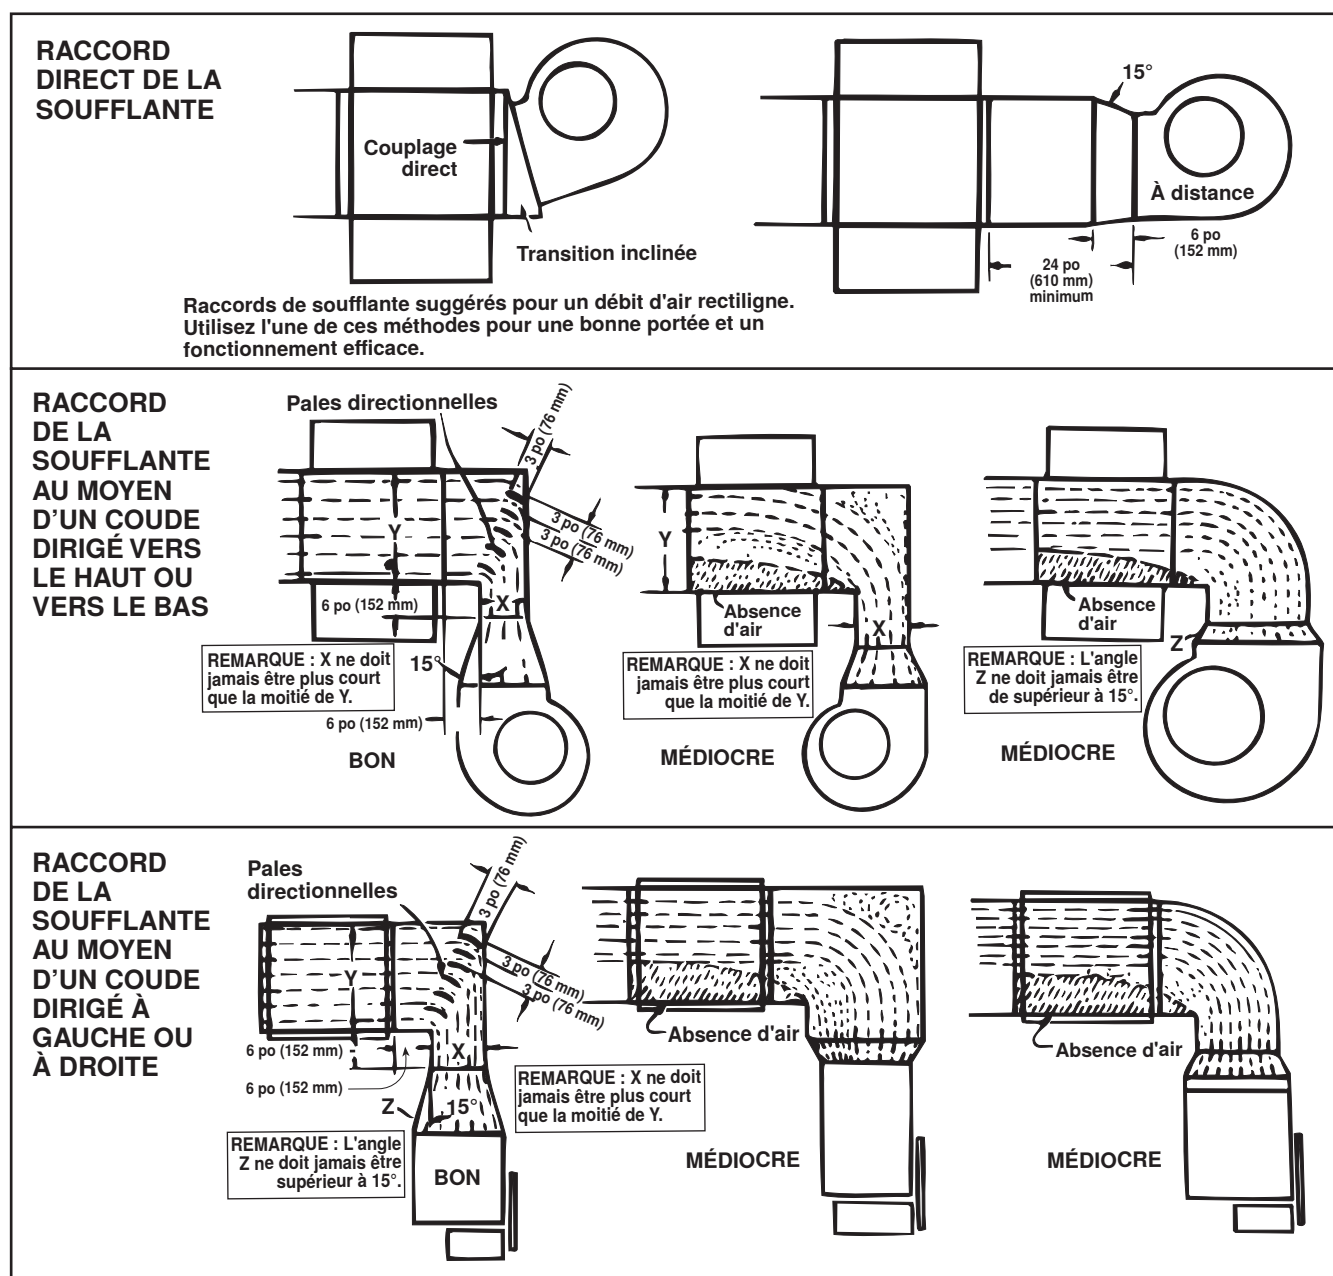

Figure 14. Raccords de la soufflante à la chaufferette de conduit
- Consultez le **Figure 14** pour déterminer le positionnement approprié de la soufflante et de la chaufferette de conduit.